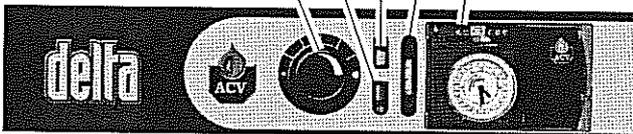

Fig. 21: Tableau de commande
7.1.1 SE FAMILIARISER AVEC LE TABLEAU DE COMMANDE (Fig. 21)
Sur le tableau de commande, couper l'interrupteur général. (repère 2, Fig. 21)
1 - Thermostat de réglage de 60 à 90° C (repère 1, Fig. 21)
2 - Interrupteur général (repère 2, Fig. 21)
3 - Commutateur Eté/Hiver (repère 3, Fig. 21)
4 - Thermomètre (repère 4, Fig. 21)
5 - Régulation (repère 5, Fig. 21)